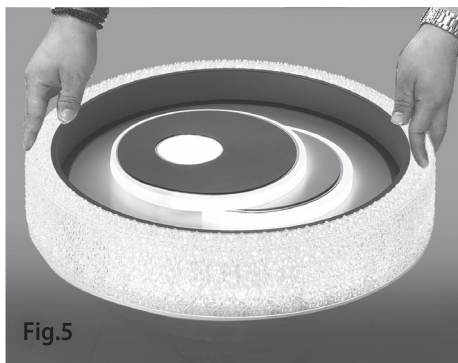

Fig.5
- 5) Bringen Sie den Diffusor an, indem Sie ihn drehen, bis er fest sitzt (Fig. 5).